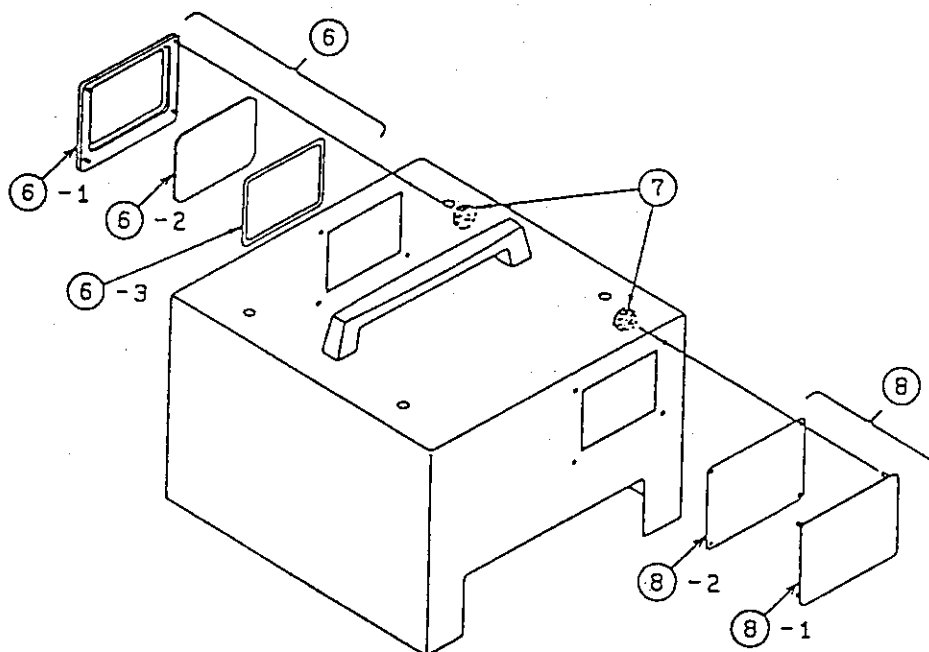

図 3
- 1) 図3にタンパーケースの窓・カバーの組み立て状態を示す。部品(6)-1, 2, 3 は窓の構成部品で、部品(8)-1, 2 はカバーの構成部品である。それぞれは、ネジ(7)を4個使って固定する。
カメラの反転を行うと、タンパーケースの窓を前面に、前面のカバーを背面に入れ替える必要がある。(図3参照)